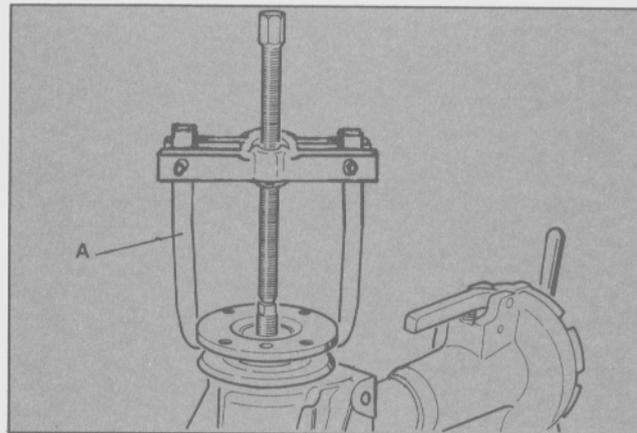

Fig. 20 - Extracción de la brida del piñón
- Utilizando la herramienta especial T60L-400-BAS retirar la brida del piñón (Fig. 20).